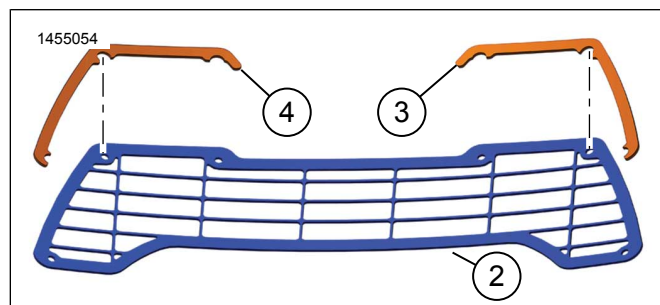

Figure 2.
1. Voir la figure 2. Positionner les patins de protection (3 et 4) avec les bandes adhésives orientées vers l'intérieur de la grille (2).